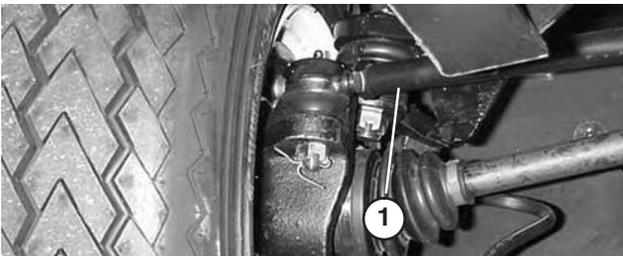

Figure 70
- Sur la roue avant droite, desserrez les écrous de blocage aux deux extrémités de la biellette (Fig. 70).